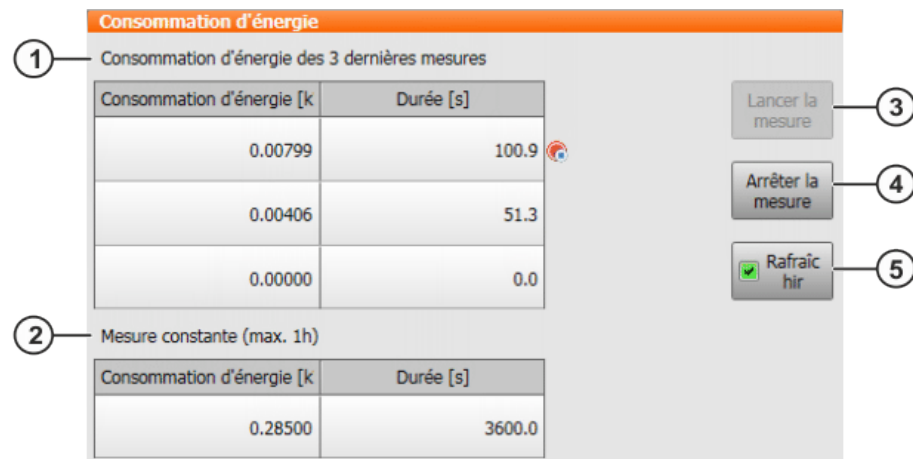

Fig. 4-47: Fenêtre Consommation d'énergie
- Avec la smartHMI : lancer et arrêter les mesures dans la fenêtre **Consommation d'énergie** (>>> *Fig. 4-47*)